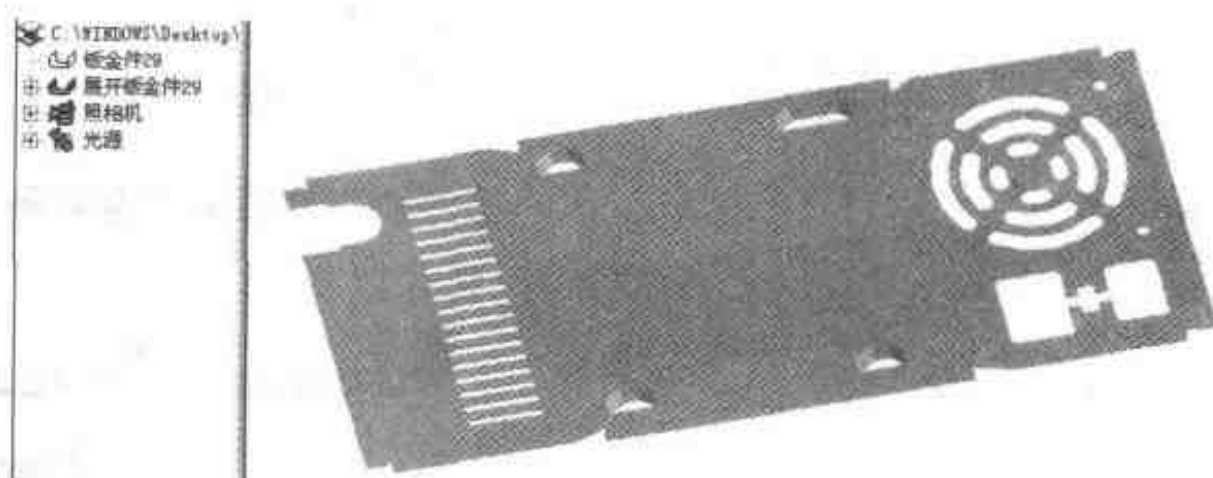

图 4.58 生成展开料
- (2) 执行【钣金展开】命令后，在提示栏中会有【零件重新生成】的提示，结果设计环境会生成展开料，如图 4.58 所示，从设计树中可以看到，原来的钣金件自动压缩，目前的设计环境中只有用于下料用的展开料。